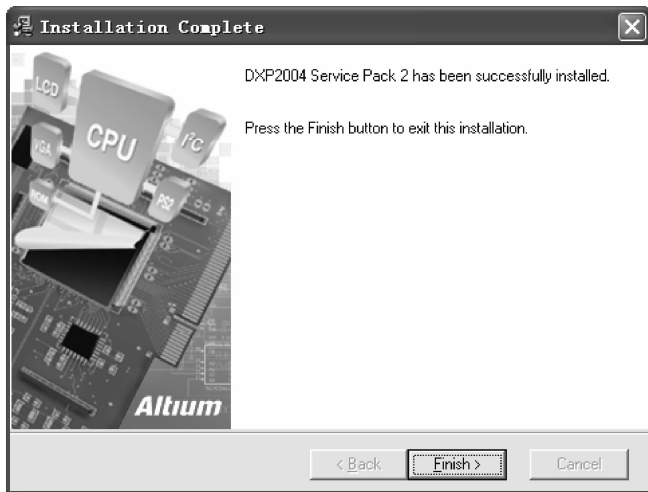

图 1-12 【完成安装】对话框
(5) 步骤五 安装过程需要几分钟,完成后,单击【Finish】按钮完成安装,如图 1-12 所示。